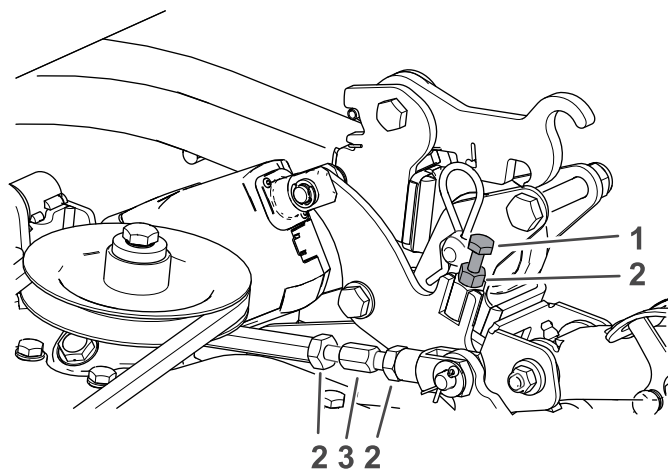
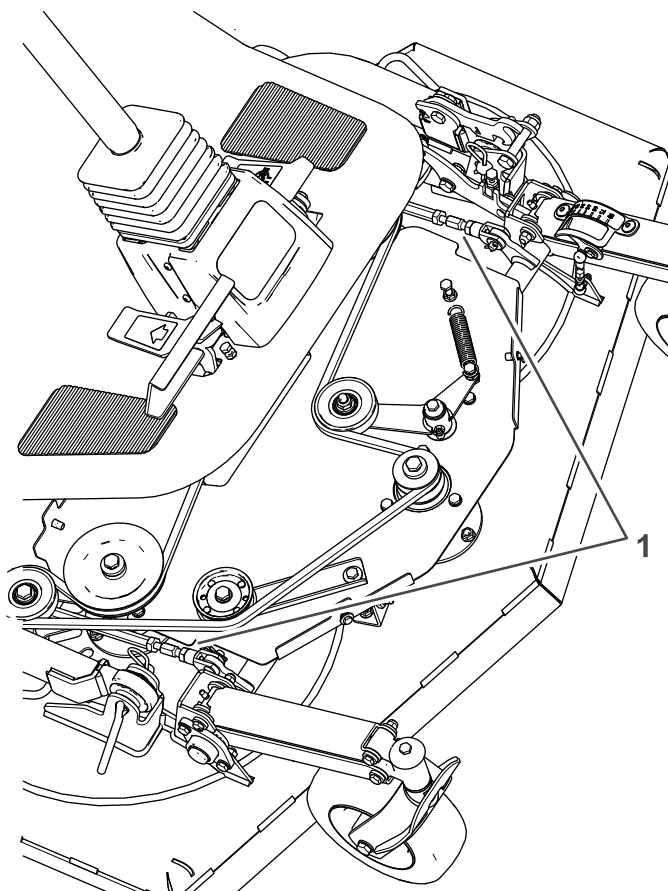

Bild 100
Bild 101
stellen Sie die Einstellschraube ein, siehe **Bild 100**.
- C. Lösen Sie zum Anheben der Rückseite der Schneideinheit die Klemmmutter für die Spurstangen beidseitig der Schneideinheit (**Bild 100** und **Bild 101**).
6. Ziehen Sie die Klemmmuttern für die Spurstangen an (Bild 100).